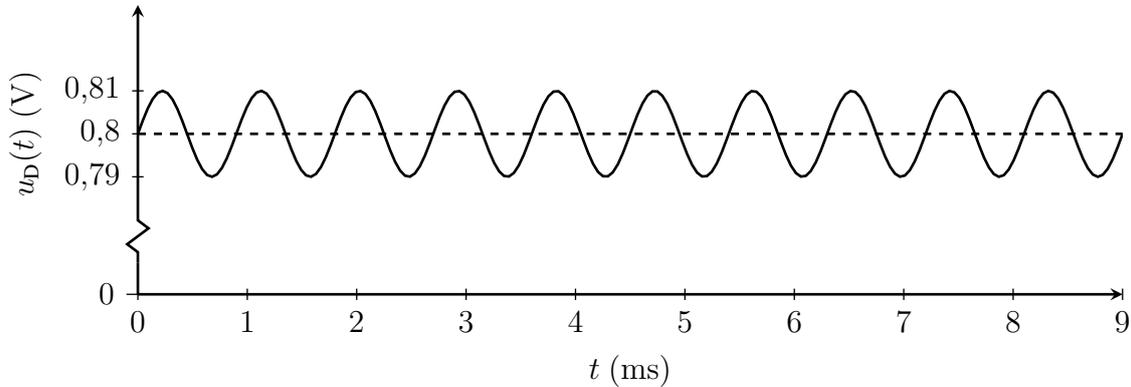

Abbildung 7: Zeitlicher Verlauf von $u_D(t)$.
a) Die Versorgungsspannung muss gleich der Spannung im Arbeitspunkt gewählt werden, d.h. $U_0 = U_{D,AP} = 0,8\text{ V}$. In Abbildung 7 ist der zeitliche Verlauf der Spannung über der Diode $u_D(t)$ zu sehen.